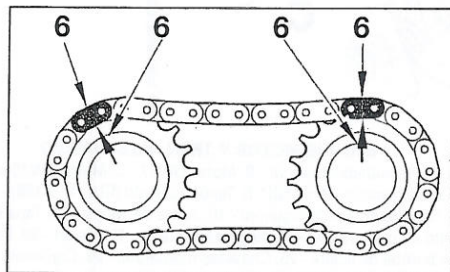

FIGURA 1-26
- los 2 ejes de levas con la cadena haciendo coincidir las marcas (6) (**figura 1-26**).